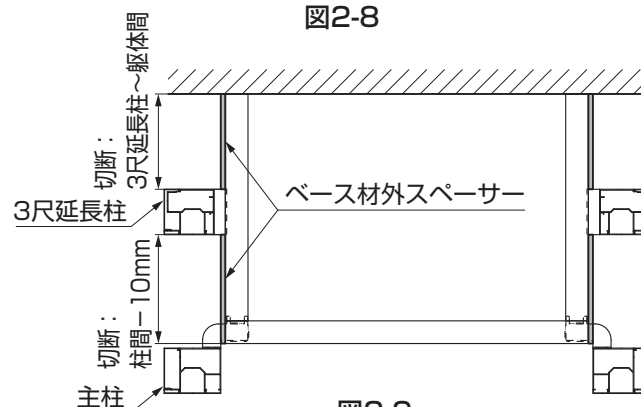

図2-9
④3尺延長仕様の場合は、ベース材外スペーサーを柱間寸法-10mmと延長柱~躯体間寸法とにそれぞれ切断してください。(図2-9参照)